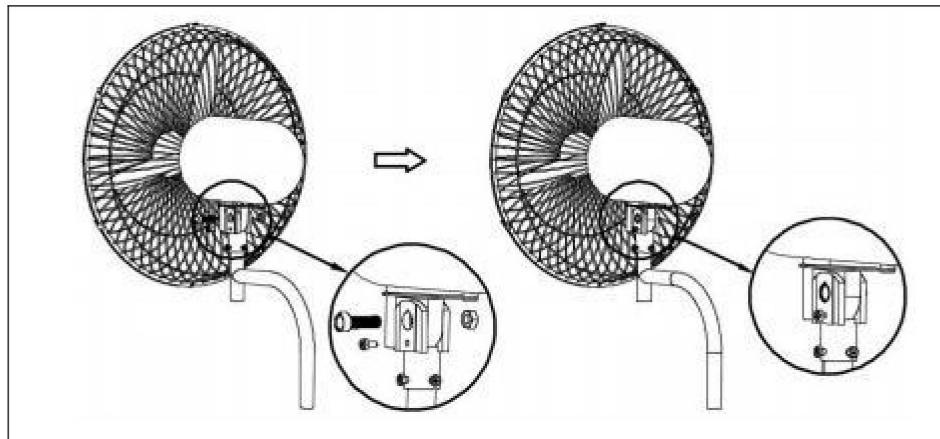

Fig.8.
corpo ventola 1). Installare la testa della ventola sulla staffa, quindi bloccare le viti della staffa 4 (10) e i dadi della staffa 1 (11) e infine bloccare le viti della staffa 3 (9). Vedere la (Fig.8.).